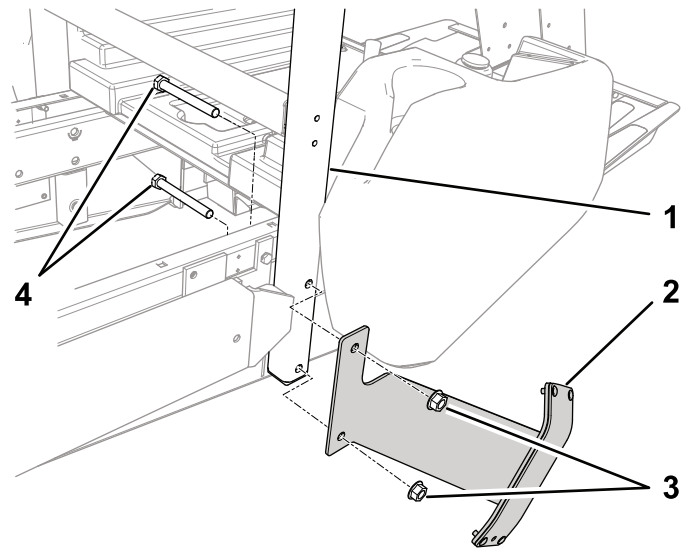

Figura 18
2. Monte o batente do depósito de recolha no exterior do tubo ROPS com 2 parafusos (1/2 x 4-1/2 pol.) e porcas de bloqueio de 1/2 pol. como se mostra na Figura 18.
1. Retire os 2 parafusos e as porcas que prendem o tubo ROPS ao lado direito da máquina (Figura 18).